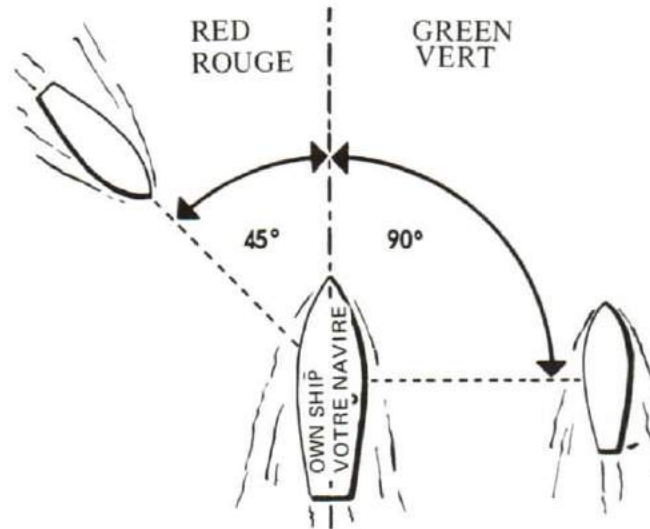

Figure 13-15
9. In Figure 13-15 the ship on the port bow is bearing "Red four five". The ship on the starboard beam is bearing "Green nine zero". The degrees are always spoken as separate words, i.e.,
9. Dans la figure 13-15, le navire par bâbord avant est dans l'azimut "rouge quatre cinq" et le bâtiment par le travers tribord dans l'azimut "vert neuf zéro". On énonce toujours les degrés en chiffres séparés, c'est-à-dire: